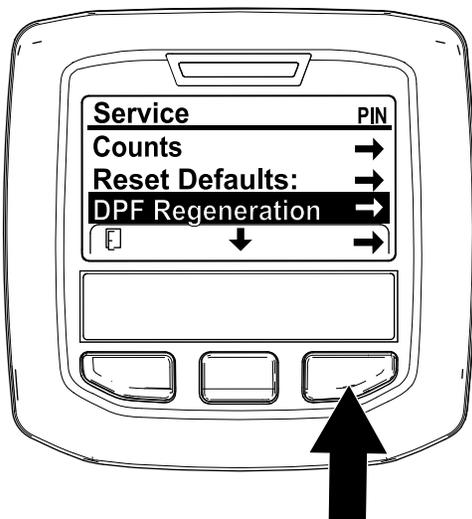

Figura 31
1. Aceda ao menu de manutenção, pressione o botão central para se deslocar para a opção REGENERAÇÃO DO DPF (Figura 31).
2. Pressione o botão direito para seleccionar a entrada Regeneração do DPF (Figura 31).